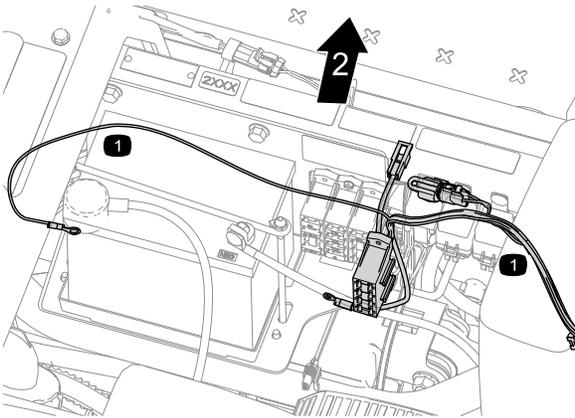

Figura 6
1. Encaminhe a cablagem por baixo do banco (Figura 6).